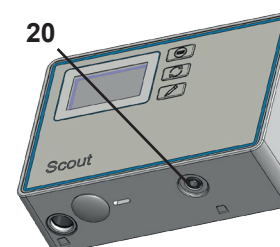

Fig. 8
- ⇒ Inserire il cavo di collegamento dell'unità sensore nel collegamento dell'unità di programmazione e visualizzazione (20, Fig. 8).
- ⇒ Premere il cavo di collegamento nella guida cavo (21) per evitare che la spina di collegamento venga estratta inavvertitamente.